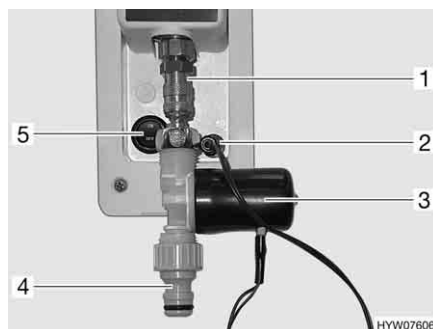

Fig. 160 Allacciamento acqua potabile
Inserire l'unità valvola sul gancio della chiusura rapida (Fig. 160,1) sul veicolo.
- Inserire un tubo flessibile per l'acqua con il gancio, sul gancio della chiusura rapida (Fig. 160,4).
- Inserire la spina (Fig. 160,2) per l'alimentazione elettrica della valvola di non ritorno (Fig. 160,3).
- Portare l'interruttore a bilico (Fig. 160,5) in posizione "OFF". La pompa dell'acqua nel veicolo non è in funzione.
- Portare l'interruttore a bilico (Fig. 160,5) in posizione "ON". La pompa dell'acqua nel veicolo è di nuovo in funzione.
- Estrarre la spina (Fig. 160,2) per l'alimentazione elettrica della valvola di non ritorno.
- Spingere verso l'alto l'anello di fissaggio sul gancio della chiusura rapida (Fig. 160,1), rimuovere l'unità valvola e depositarla in un ambiente protetto dal gelo.